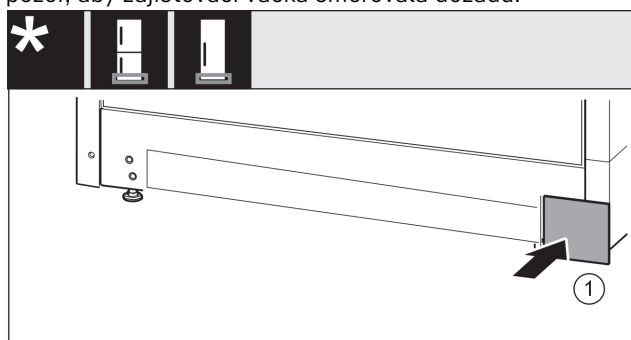

Fig. 25
- Kryt Fig. 25 (1) opět nasadte na druhé straně.